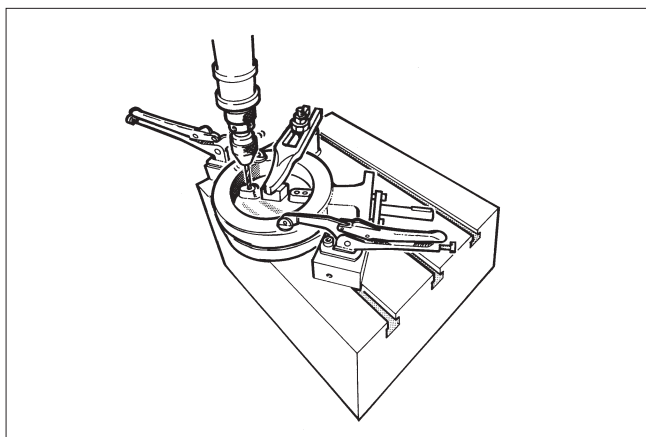

Fig. 14 Forage des goupilles
- Enlever l'anneau de bridage (2) et le siège (4) comme indiqué en 5.4.
- Poser la vanne horizontalement sur une surface rigide, avec la face plane du disque en contact avec cette surface (cf. figure 14).
- Percer les trous avec précaution au centre des goupilles (14), avec un foret d'un diamètre inférieur de 0,2 à 0,5 mm à celui des goupilles.
- Démontez la garniture de presse-étoupe, avec sa bague de retenue (22) et la rondelle (21), selon 5.3.
- Retirer les vis (26) et la bride aveugle (10), puis enlever la rondelle d'étanchéité (18).